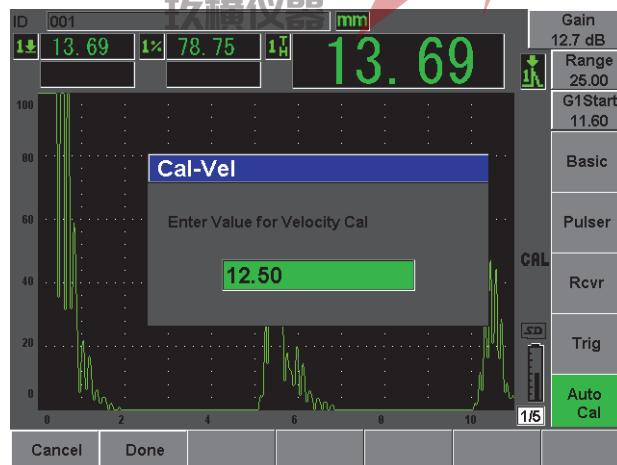

图 2-17 声速校准数值
14. 使用飞梭旋钮或箭头键, 将显示的数值调整为正确的厚度。本例中, 探头被耦合到 12.5 mm 的阶梯上 (参见第 46 页的图 2-17)。